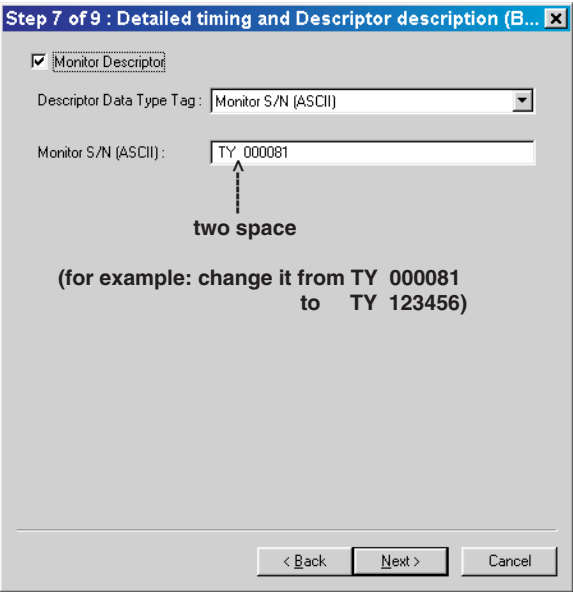

Fig. 24
6. Click **Next** , bring up Fig. 24.